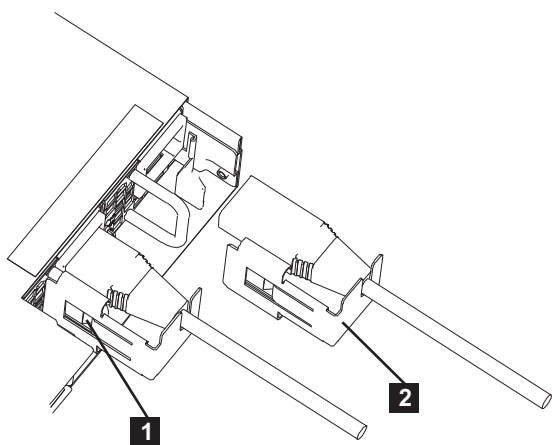

図 24. ケーブル保持ブラケット
SAN ボリューム・コントローラー 2145-CG8 または 2145-CF8 は、工具のいらない 2 つのケーブル保持ブラケットを使用しています。図 24 に示すように、無停電電源装置から 2 つの SAN ボリューム・コントローラー 2145-CG8 または 2145-CF8 電源機構の 1 つへの各ケーブルを保持するために 1 つずつ使用されます。
4. 電源コード上のケーブル保持ブラケットを位置合わせし、46 ページの図 24 の **2** に示すように、ブラケットがコードの左側にあるようにします。